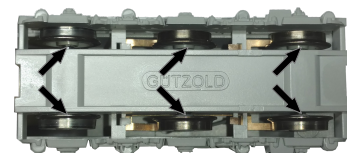

Abb. 3
Wartung und Pflege (Abb. 3)
- Bei Bedarf können die Achsen (siehe Abb.3) leicht mit säure- und harzfreiem Öl nachgeölt werden.